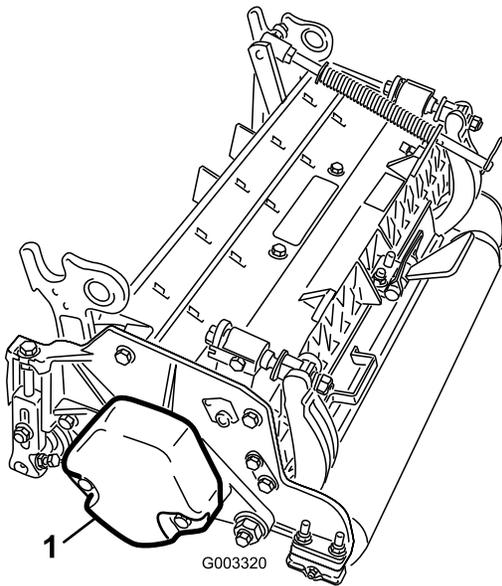

Bild 4
- Stellen Sie sicher, dass der Gegenballast (Bild 4) am richtigen Ende des Mähwerks montiert ist, siehe die *Bedienungsanleitung* des Mähwerks.